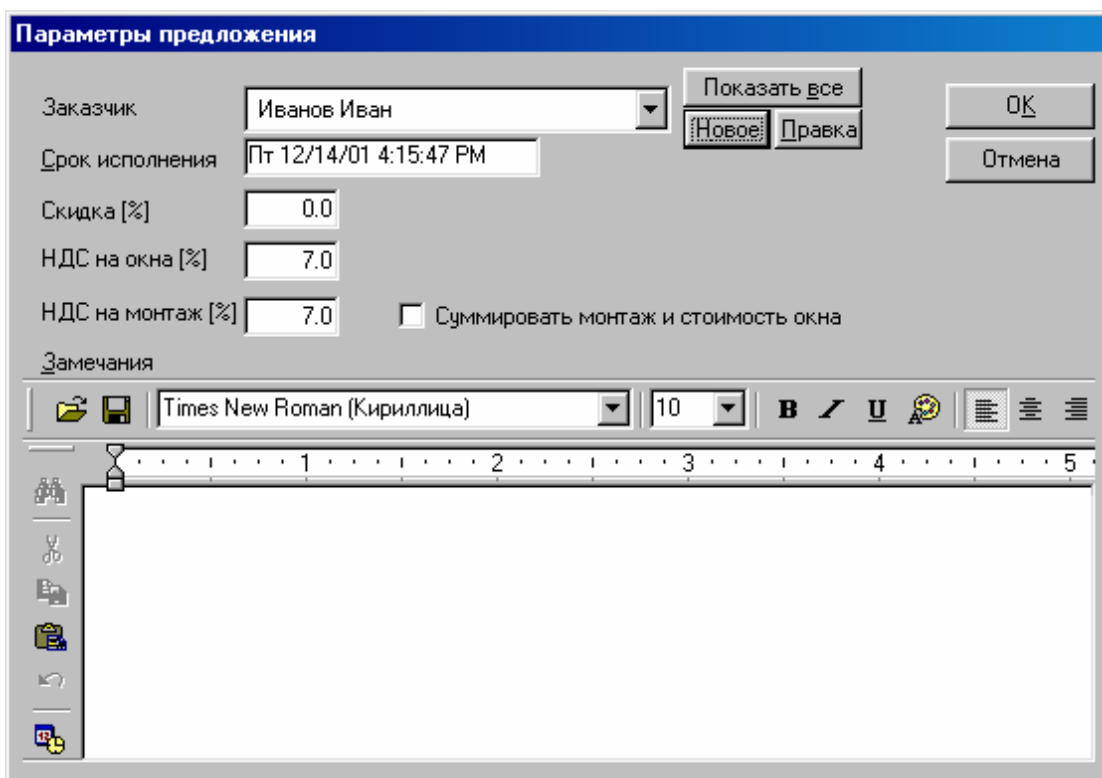

Рисунок 2. Окно 1 – «Параметры предложения».
#### ОКНО 1: Параметры предложения (рис.2)
**Можно пропустить все вышеперечисленные действия и сразу перейти к рабочему полю предложения, если в окне «Параметры предложения» (рис.2) кликнуть на кнопке ОК, одновременно удерживая клавишу <Shift>.**